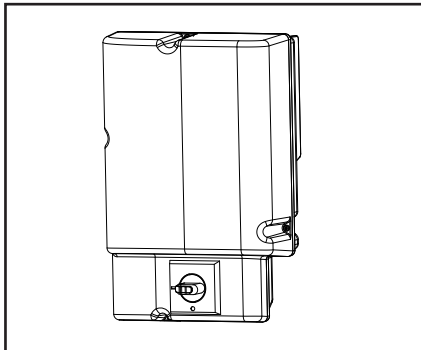

Fig. 1 110008442
Eine typische Booster für Bodengestell Installation ist in fig. 1 gezeigt
- schalten (Fig. 1).
1. Den Hauptschalter an der Kontrollbox abschalten (Fig.1)